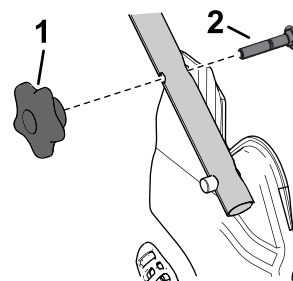

Figura 23
1. Retire y guarde los 2 pernos de cuello cuadrado y los 2 pomos de los soportes del manillar (Figura 23).